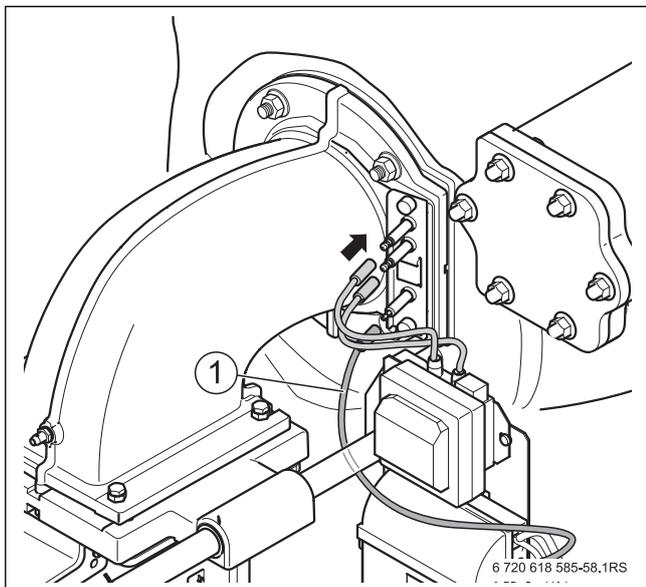

Fig. 63 Connexion à fiche sur le bloc d'électrodes
- ▶ Insérer tous les câbles électriques sur le bloc gaz, le ventilateur et les connexions à fiche sur le bloc d'électrodes. Poser le câble d'ionisation [1] comme représenté dans la fig. 63 (sous la barre principale).